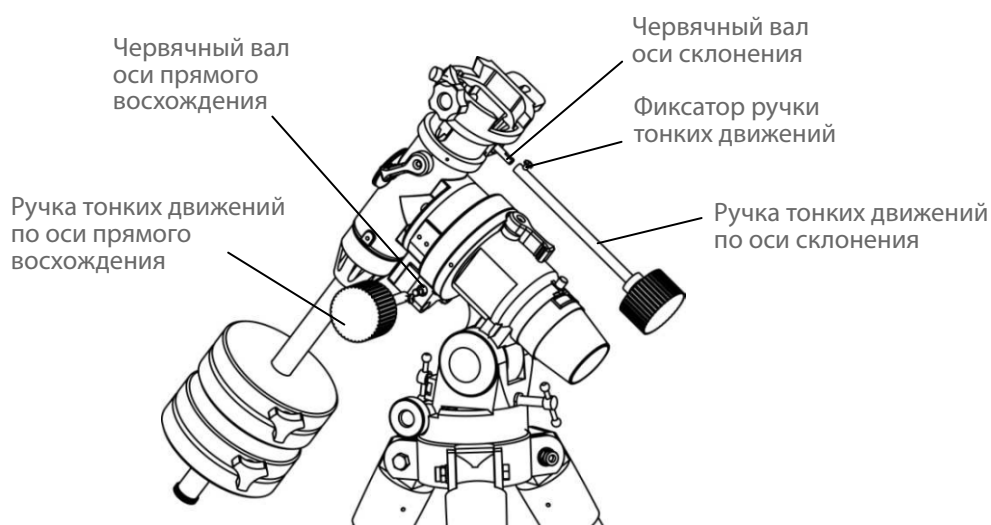

Рис. 7
1.5 Установка ручек тонких движений (только для модели с ручным управлением EQM-35) (рис. 7)